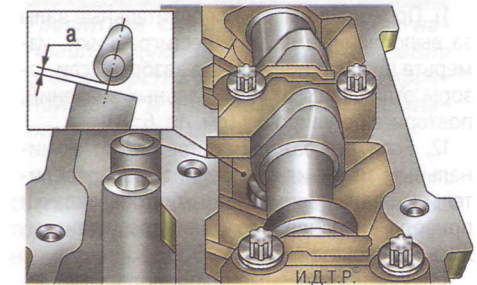

Рис. 5.13. Измерение зазора в приводе клапана: а — измеряемый зазор
Зазор *a* (рис. 5.13) измеряют щупом на холодном двигателе (при температуре +20 °С) между кулачком распределительного вала (кулачок должен быть направлен вверх от толкателя) и толкателем клапана. Номинальный зазор для впускного клапана составляет (0,17–0,23) мм, для выпускного — (0,31–0,37) мм. Зазоры регулируют подбором
3. Измерьте щупом зазор **a** (см. рис. 5.13) между кулачками обоих распределительных валов и толкателями клапанов. Запишите измеренные зазоры.
12. Если все зазоры соответствуют номинальным значениям, поверните распределительные валы таким образом, чтобы кулачки привода клапанов 1-го цилиндра установились, как показано на рис. 5.13.